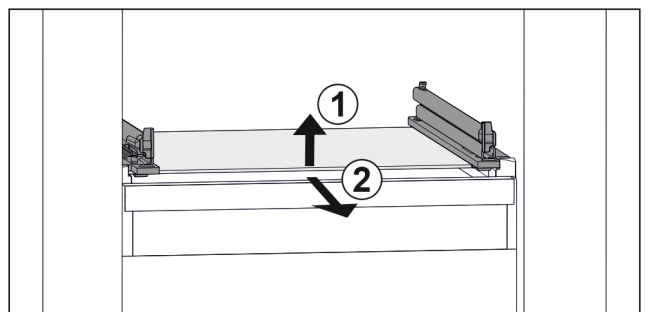

Fig. 121 Примерно изображение на стъклената плоча
- ▶ Повдигнете стъклената плоча отпред Fig. 121 (1)
- ▶ Извадете стъклената плоча напред Fig. 121 (2)